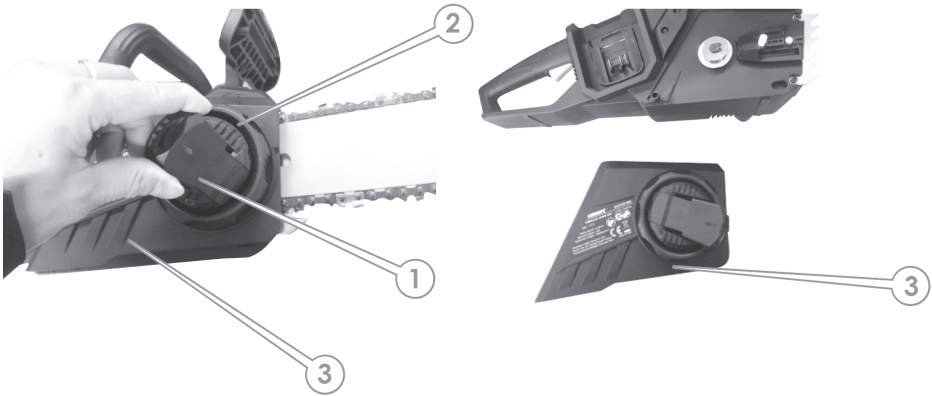

Рисунок 3. Схема зняття кришки кріплення «шини».
- підняти важіль (1, рис. 3) безключової гайки (2, рис. 3) кріплення кришки (3, рис. 3) кріплення «шини»;
- відкрутити важіль (1, рис. 3), проти годинникової стрілки до зняття кришки (3, рис. 3) кріплення «шини»;
- зняти кришку (3, рис. 3) кріплення «шини»;
- встановити кришку (3, рис. 3) кріплення «шини». Закрутити важіль (1, рис. 3) безключової гайки (2, рис. 3) кріплення кришки напрямної, не зтягаючи його до упору;